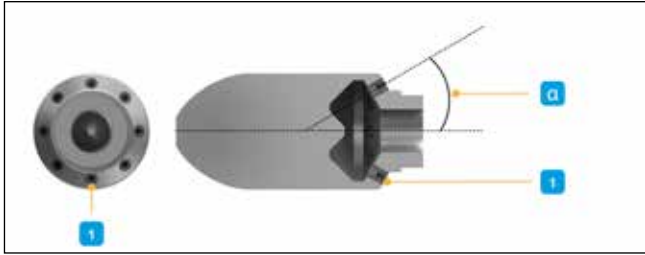

Abb. 75: empfohlener Spülkopf für Hochdruckreinigung
Bei der Druckreinigung von Rohrleitungen mit Wasser (siehe Abb. 74) ist darauf zu achten, dass die Innenfläche der Rohre nicht beschädigt wird. Verwenden Sie immer Methoden, die die Rohrwand nicht mechanisch beschädigen. Achten Sie besonders auf die Auswahl der richtigen Düse (Abb. 75). Wählen Sie die Düsen so aus, dass kein plötzlicher Aufprall der Düse auf die Rohrwand erfolgen kann. Amiblu kann Sie bei Bedarf beraten.
- Der Spülstrahlwinkel sollte nicht größer als 30° sein. Ein kleinerer Winkel als 20° ist für ein GFK-Rohr in der Regel ausreichend, da die glatte Oberfläche des Materials eine Haftung vermindert (siehe Abb. 75).
- Der Spülstrahlwinkel muss zwischen 6° und 15° sein. (siehe Abb. 75).